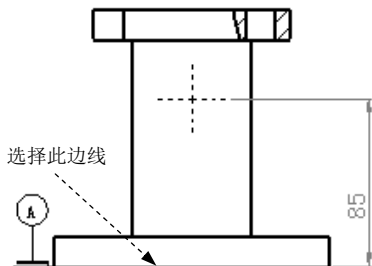

图 6.7.1 标注基准特征符号
下面标注图 6.7.1 所示的基准特征符号。操作过程如下：
Step4. 放置基准特征符号。选取图 6.7.1 所示的边线，在合适的位置处单击。